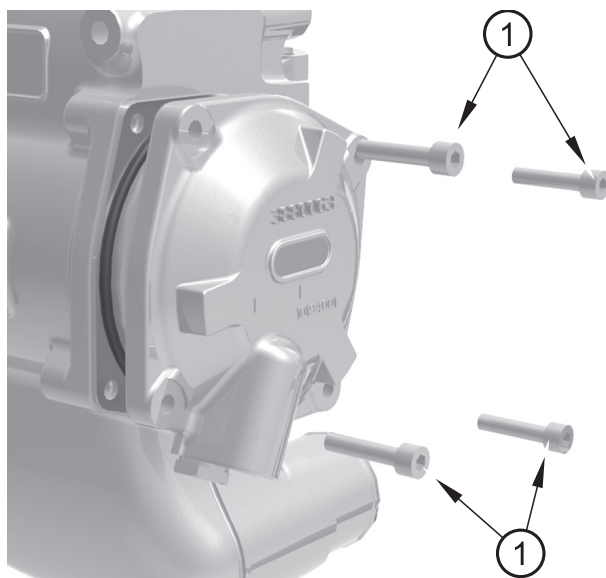

Figura 18
7. Retire la tapa del extremo soltando los pernos (figura 18, elemento 1).